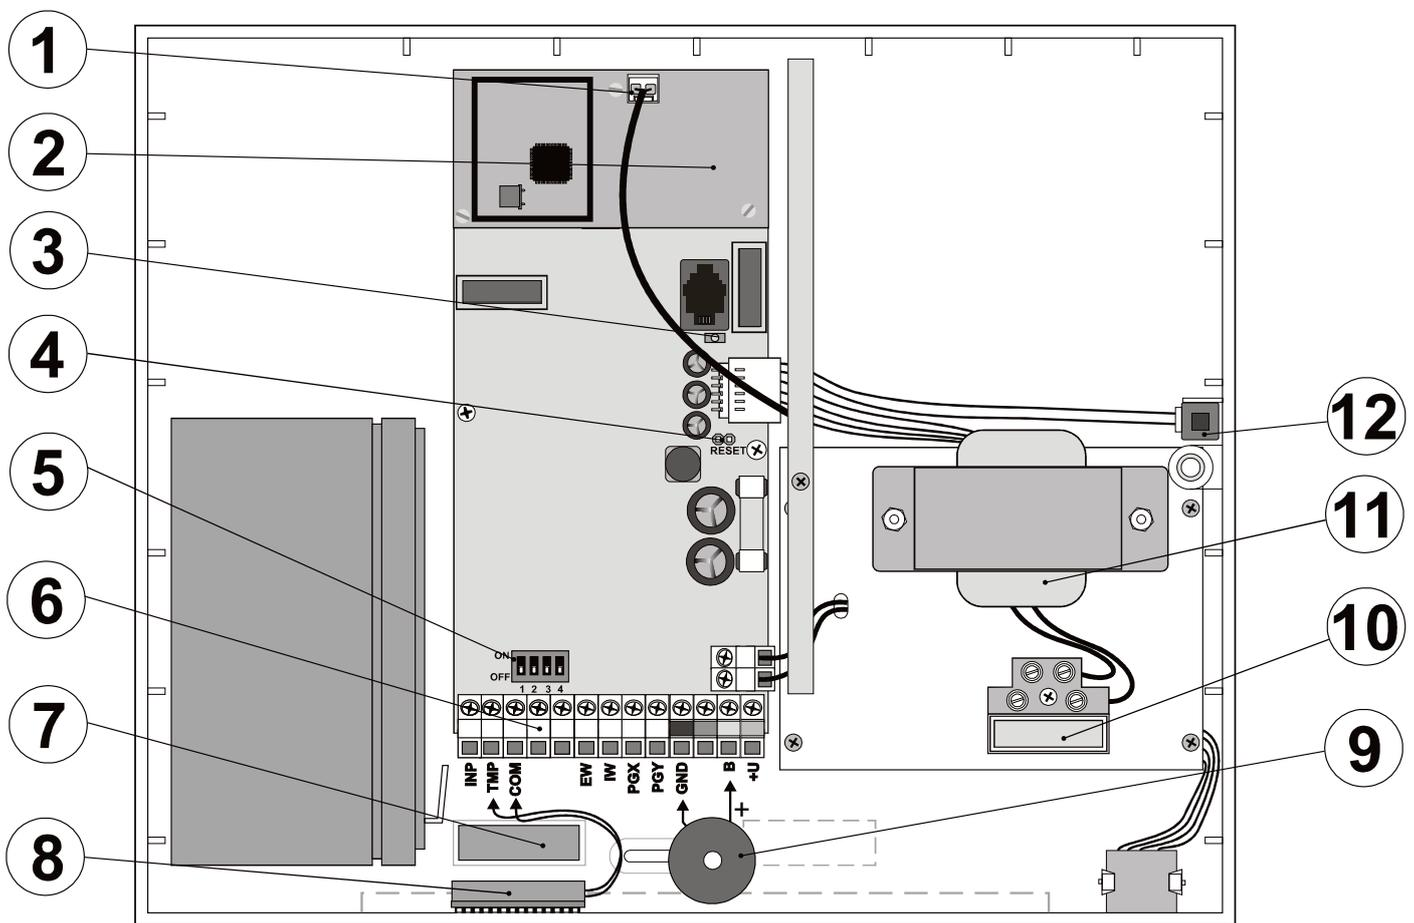

fig. 1 Repetidor en su caja
Quitar la señal acústica para el funcionamiento normal ver fig. 1
4. Fije el imán permanente sobre la superficie marcada, ver fig. 1 (7)
6. Pegue el sensor magnético (la segunda parte con los conductores traídos) a un lado interior de la caja (la máxima separación del imán debe ser 2cm), ver fig. 1 (8)
8. Interruptor DIP2 en la posición ON, ver fig. 1 (5)